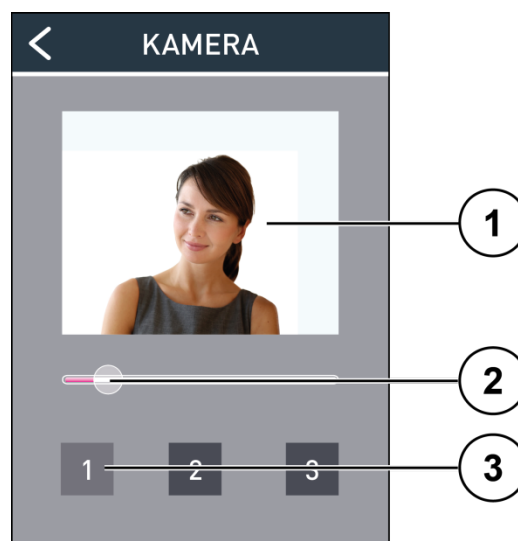

Abb. 14: Kamera
- Im Menü *Kamera* wird das *Live-Bild* **(1)** der Kamera angezeigt (Abb. 14).